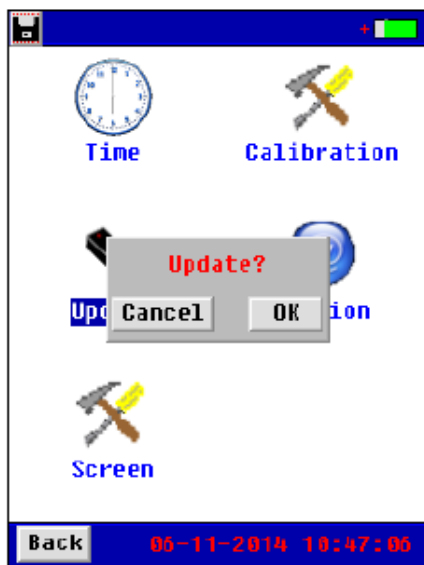

Рисунок 3.4.3
1. Сохраните новое программное обеспечение в корневом каталоге внешней памяти USB, подключите внешнюю память USB к тестеру, нажмите Update (обновить) под System (система) и нажмите [OK] (смотрите рисунок 3.4.3). На экране будет показан процесс обновления. По завершении обновления на дисплее тестера автоматически появится стартовый экран.